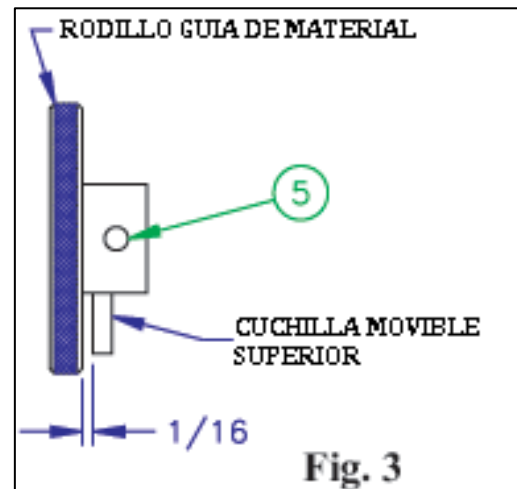

Fig. 3
3. El rodillo de guía de material debe ser ajustado a lo largo del eje de transmisión de forma que se deje un espacio libre de 1/16" entre el rodillo y la cuchilla móvil de arriba. Esto se consigue aflojando los tornillos (5) (Fig. 3) en el rodillo guía y moviendo el rodillo por el eje hasta que se consigue el espacio libre deseado de 1/16". Apriete los tornillos.